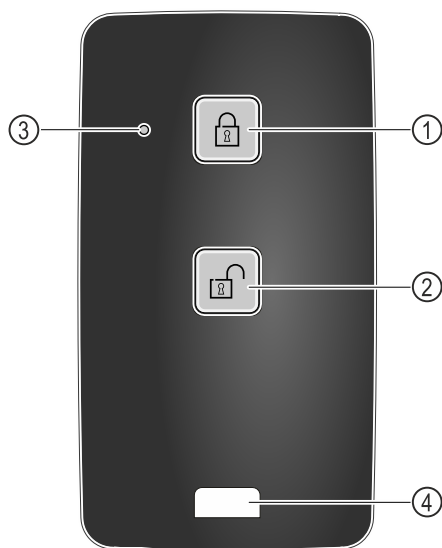

Fig. 212
- Pritisnite tipku Fig. 212 (1) na daljinskom upravljaču.
- Pritisnite tipku Fig. 212 (2) na daljinskom upravljaču.
- Žaruljica stanja Fig. 212 (3) daje vizualnu povratnu informaciju kada se neka tipka pritisne.
- Uporabite očicu Fig. 212 (4) za vezanje daljinskog upravljača, na primjer na snop ključeva.